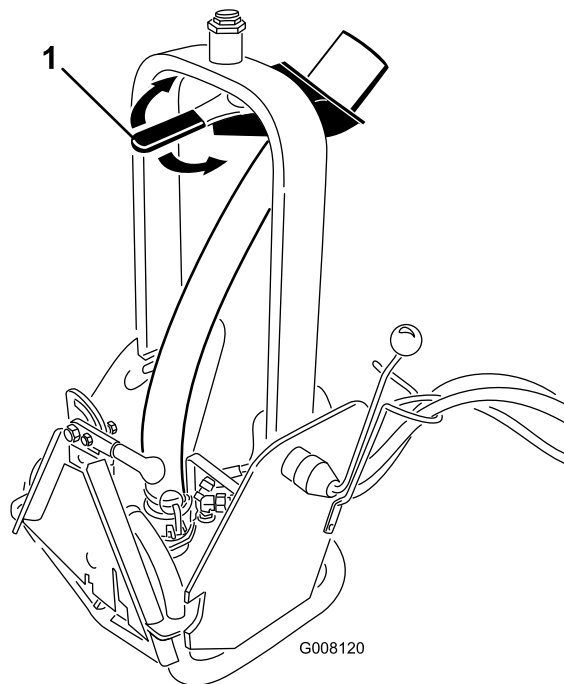

Figure 7
2. Pour régler la direction du débit, tournez la poignée de la buse (Figure 7) à la position voulue.
Remarque: Vous pouvez augmenter ou réduire la résistance sur la buse (Figure 7) en serrant plus ou moins le grand écrou situé sur le haut de la tour de pivotement.